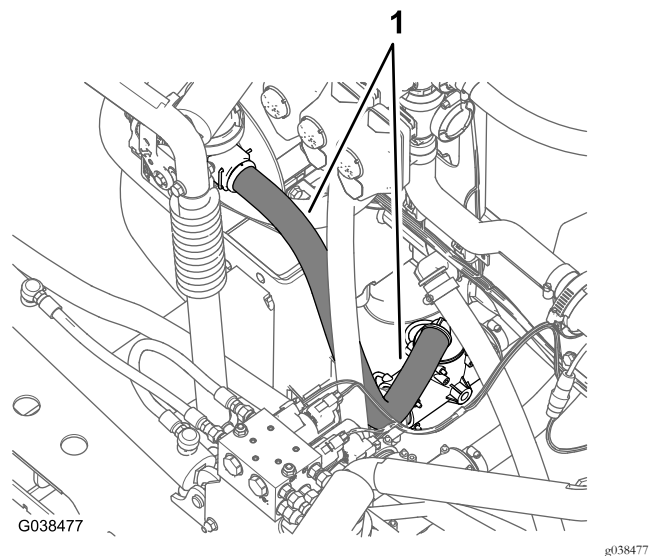

Figura 74
3. Disponete il flessibile di alimentazione dell'irroratrice verso il basso e verso il raccordo a T situato davanti alla valvola di sfiato della pressione, come illustrato nella Figura 74.